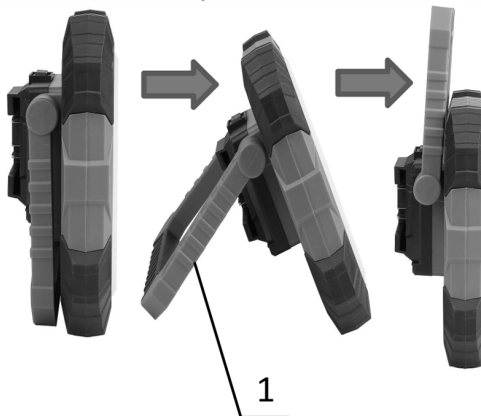

Рисунок 6. Схема встановлення ліхтаря.
1. Ліхтар можна встановити на горизонтальну рівну поверхню або підвісити за допомогою відкидної опори (1, рис. 6) для найкращого та більш ефективного освітлення робочого місця.